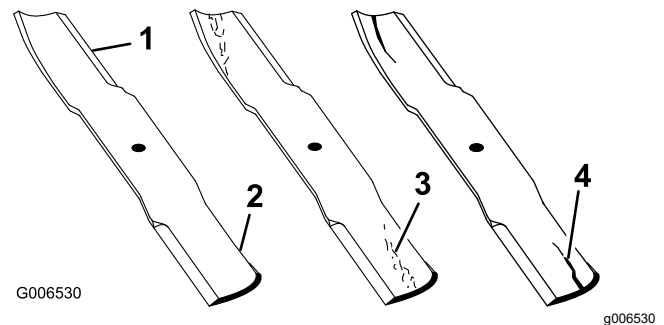

Figura 142
2. Examine cuidadosamente los extremos de corte de la cuchilla, sobre todo en el punto de reunión entre la parte plana y la parte curva de la cuchilla, como se muestra en Figura 142.
Nota: Puesto que la arena y cualquier material abrasivo pueden desgastar el metal que conecta las partes curva y plana de la cuchilla, compruebe la cuchilla antes de utilizar el cortacésped. Si observa desgaste, cambie la cuchilla (Figura 142).